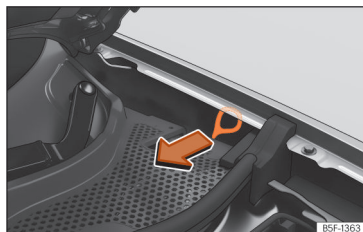

Abb. 62 Zwischen dem linken Kotflügel und dem Scharnier der Frontklappe: Ziehgriff für manuelle Notentriegelung des Ladesteckers.
Der Ziehgriff für die manuelle Notentriegelung befindet sich auf der linken Seite im Motorraum oberhalb der Ladedose >>> (Abb. 62).
- Ziehen Sie den Ziehgriff »» (Abb. 62).